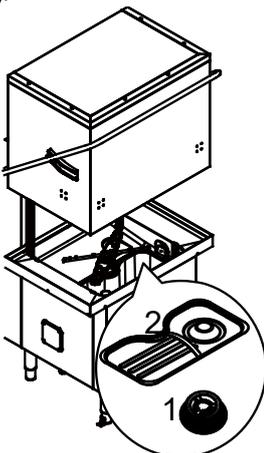

Abbildung 25 Filter
- Entfernen Sie den Ansaugfilter der Pumpe ohne zusätzliches Filtersystem (FS), Modell „1“, und den Filter „2“ („A“ - Abbildung 25).